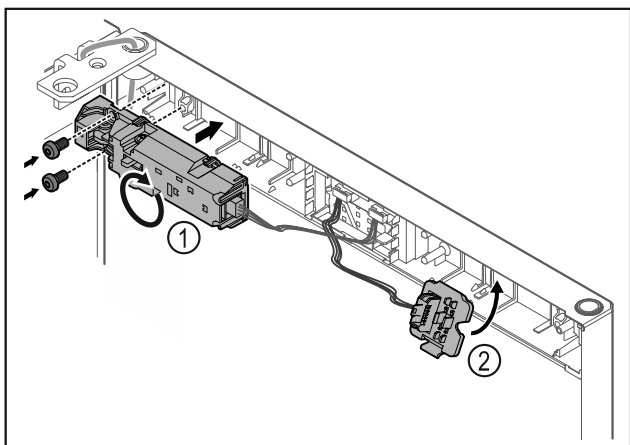

Fig. 24
- ▶ Rotiți încuietoarea de la distanță Fig. 24 (1) cu 180° și fixați-o pe partea opusă.
- ▶ Fixați în poziție suportul fișei Fig. 24 (2) pe partea opusă.